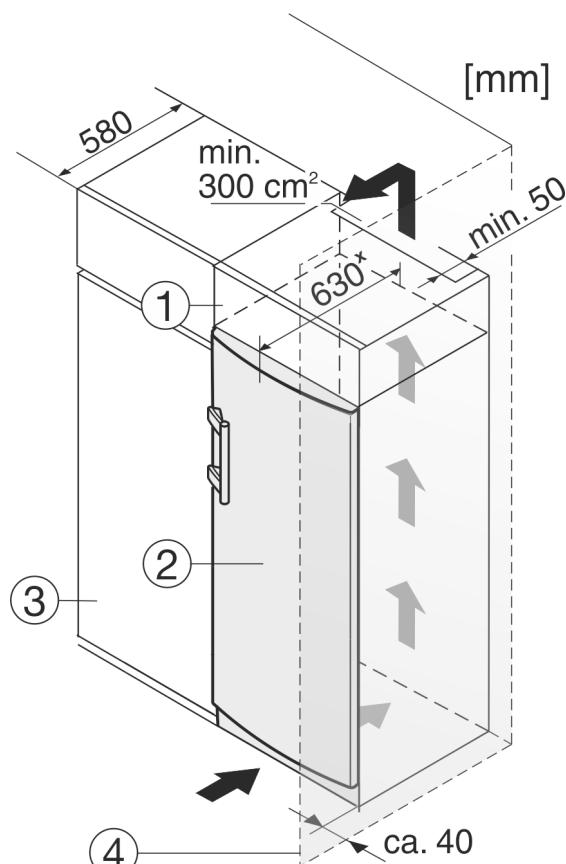

Fig. 12
Устройство может быть окружено кухонными шкафами. Чтобы уравнять устройство *Fig. 12 (2)* по высоте с кухонной стенкой, можно установить над устройством дополнительный шкафчик *Fig. 12 (1)*.
При комбинировании с кухонными шкафами (глубина макс. 580 мм) устройство можно установить непосредственно рядом с кухонным шкафом *Fig. 12 (3)*. Устройство выступает сбоку на 34 мм × и по центру на 50 мм × относительно передней стенки кухонного шкафа.
Если устройство установлено на шарнирах у стены *Fig. 12 (4)*, то расстояние между устройством и стеной должно быть не менее 40 мм. Настолько выступает ручка при открытой дверце.